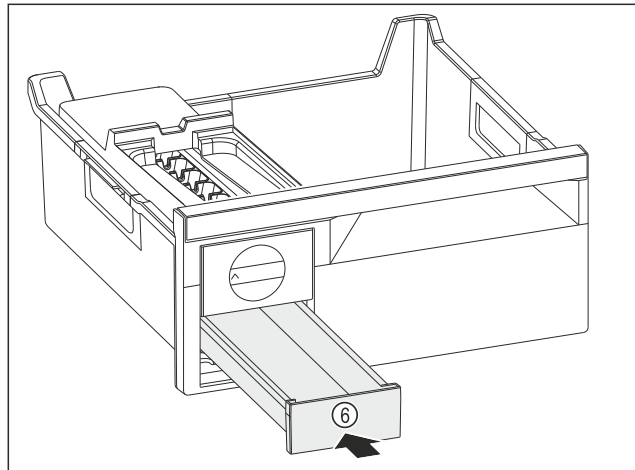

Fig. 111
- ▶ Introducir el cajón para cubitos de hielo Fig. 111 (6).